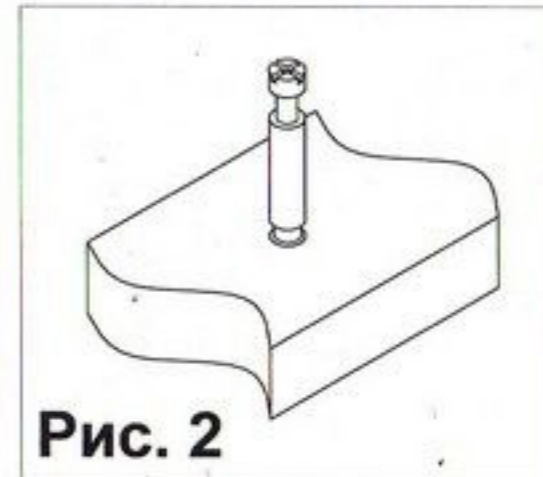

Рис. 2
1. Закрутить дюбеля стяжек-растекс (4) в муфты полок 6 и 7. (см.рис.2)